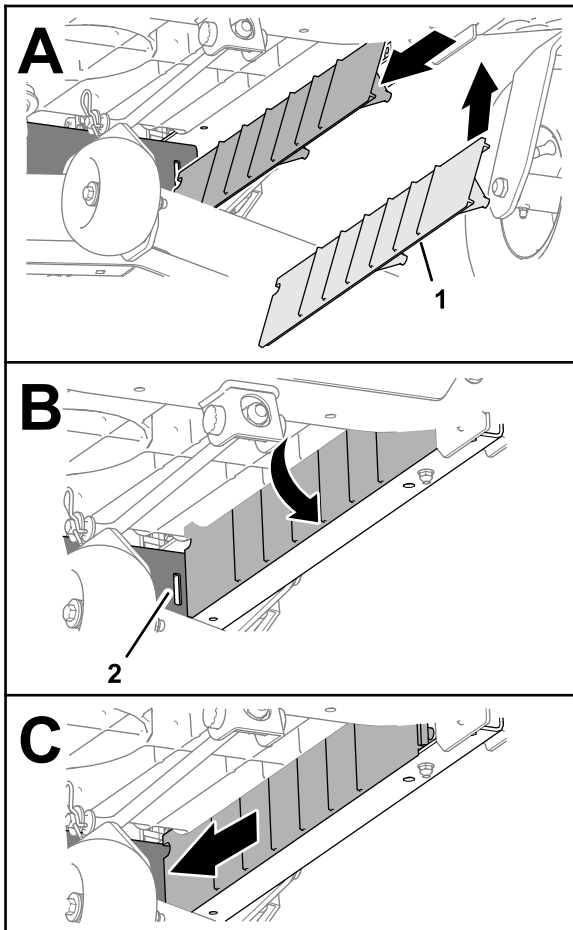

Figure 12
1. Au bas de la machine, placez la protection devant le profilé de cadre gauche, pivotez-la vers le profilé et glissez-la vers l'arrière jusqu'à ce que la languette soit complètement engagée dans la fente du renfort transversal du cadre (Figure 12).